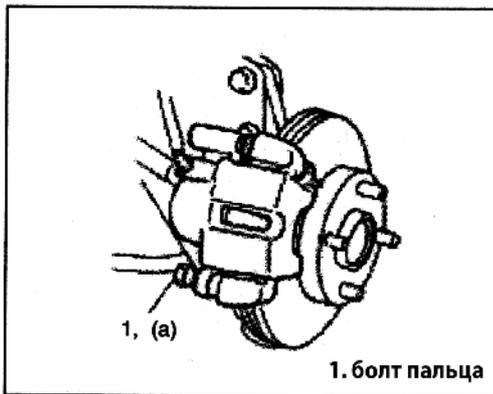

Рис. 640
- 2) Установите суппорт и затяните болты направляющих суппорта требуемым моментом (Рис. 640).